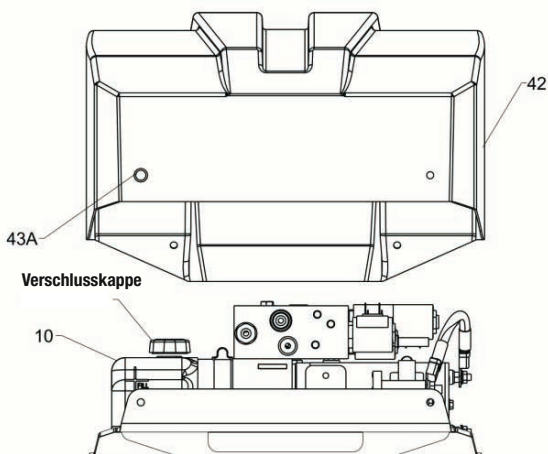

Abbildung 13. Position der Einfüllöffnung für die Hydraulikflüssigkeit
3. Lokalisieren und entfernen Sie die Verschlusskappe vom Behälter des Hydraulikaggregats (10), wie in Abbildung 13 dargestellt.